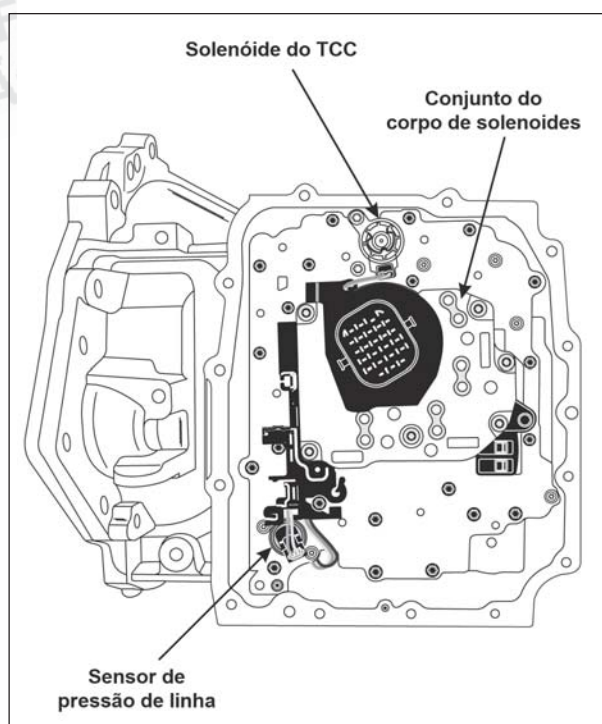

Figura 21
A transmissão 41TE é operada através de somente quatro solenóides de controle das embreagens: O sol. UD, L/R, 2/4 e OD. A transmissão 62TE utiliza os mesmos quatro solenóides, bem como quatro solenóides adicionais. Solenóide da embreagem direta (DC), Embreagem de baixa (LC), Controle de pressão (PC), solenóide VFS do lock up e solenóide PWM do lock up (EMCC). A descrição de cada solenóide e suas respectivas funções estão listadas aqui, e note que o solenóide 2/4 é um solenóide de “dupla função”. O solenóide EMCC, fixado diretamente no corpo de válvulas, é o único que pode ser trabalhado separadamente. Os demais são trabalhados somente como corpo completo, conforme mostra a figura 21.
A pressão de linha é controlada eletronicamente pelo PCM/NGC e medida pelo sensor de pressão de linha (transdutor). O sensor LP é fixado no conjunto do corpo de válvulas, conforme mostrado na figura 21.
A pressão de linha desejada é constantemente comparada à pressão de linha real e regulada através da mudança no ciclo de trabalho do solenóide de controle de pressão localizado **dentro** do corpo de solenoides, conforme indicado pela figura 21.